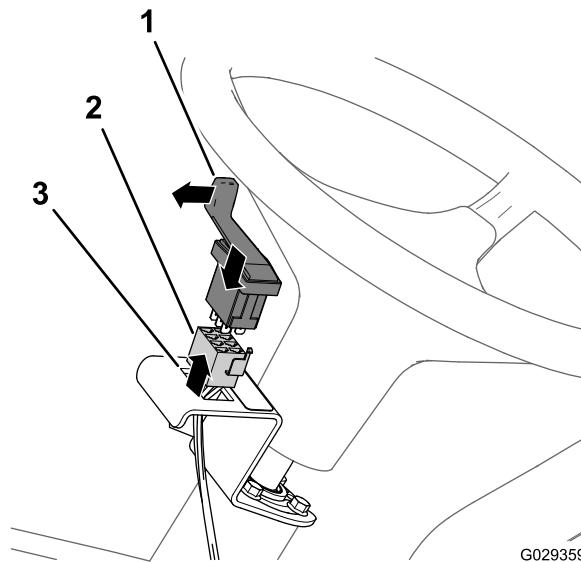

图26
4. 将开关安装到支架上，并按下开关，直到其牢固卡入开口（图26）。